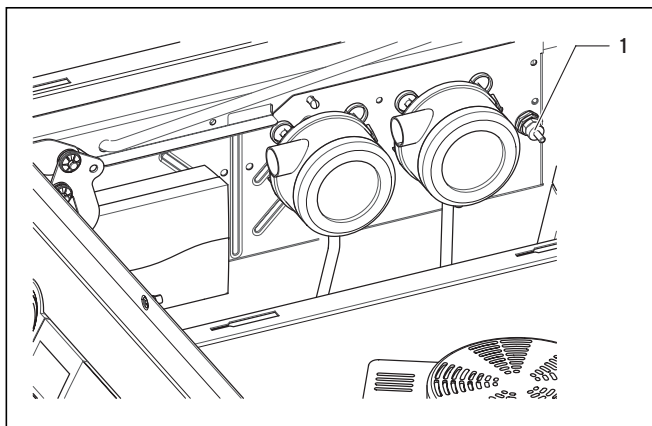

Fig. 9.1 Deblocare după oprire STB
- Deblocați STB prin apăsare pe (1, Fig. 9.1).